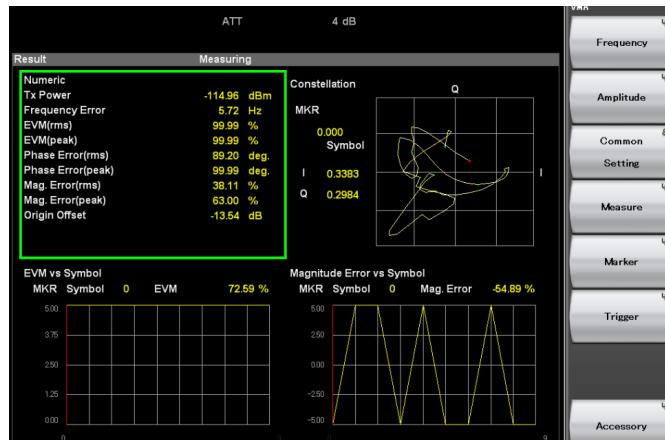

Figura 12: Aplicación de analizador vectorial sin configurar.
- c) Para acceder a la aplicación después de cargarla es necesario ir a **Application Switch** y seleccionar la aplicación a utilizar. Después de estos pasos se mostrarán diferentes parámetros (ver figura 12) que pueden ser configurados según los requerimientos de medición: